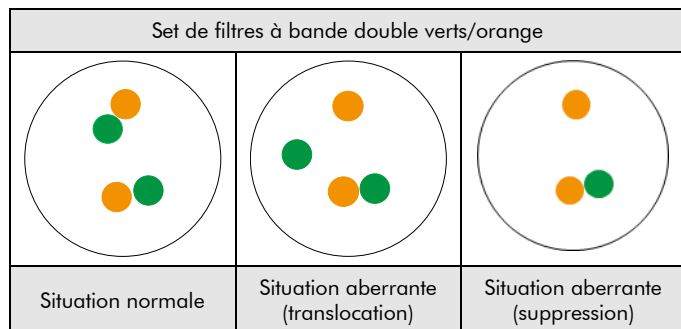

Fig. 2: Résultats attendus dans les noyaux en interphase normale et présentant une aberration
**Situation normale :** Dans les interphases de cellules normales ou de cellules sans une translocation impliquant la région du gène ERG, deux signaux verts et deux signaux orange apparaissent (voir figure 2).
**Situation aberrante :** Une région du gène ERG affectée par une délétion résultant de la fusion TMRSS2-ERG est indiquée par la perte d'un signal vert. Un signal composé d'un signal de fusion orange/vert, d'un signal vert séparé et d'un signal orange séparé indique une translocation ERG sans intervention de TMRSS2 (par exemple, SLC45A3-ERG). (voir figure 2).